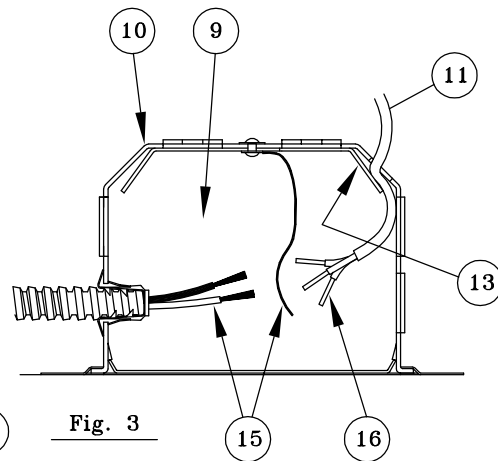

Fig. 3
- 2.- Remove Cover Plate (9) from Junction Box (10). Slip Type NM Cable (Romex)(11) through desired Hole in Junction Box (10). Secure Cable (11) with Retaining Plate (13). (See Fig.3)
- 3.- If other than type NM Cable (Romex) is to be used, Remove One Large Knockout at desired location on Top or Sides of Junction Box (10). Bring Appropriate Electrical Supply Cable into Junction Box and secure in place with Proper UL listed Connector (NOT FURNISHED).
- 4.- Connect Fixture Wires (15) to Supply Wires (16) as shown in Wiring Diagram.
- 2- Quite la placa de cubierta (9) de la caja de empalme (10). Haga pasar el cable NM (Romex)(11) por el agujero deseado en la caja de empalme (10). Fije el cable (11) con la placa de retención (13). (Véase Fig. 3)
- 3- Si se usa un cable otro que la clase de cable NM (Romex), abra un agujero ciego grande donde se desea en la parte superior o en los lados de la caja de empalme (10). Introduzca el cable de suministro apropiado en la caja de empalme y apriete con el conector UL calificado que sea apropiado (NO INCLUIDO).
- 4- Conecte los hilos de la lámpara (15) a los hilos del suministro (16) conforme al diagrama de instalación eléctrica. Utilice los conectores UL calificados (NO INCLUIDOS).
- 5- Para proporcionar acceso a la caja de empalmes (10), después de que el cielorraso está acabado, baje la cubierta, (6) remueva el tonillo de mariposa (21) y la puerta de acceso (22) dentro de la unidad. La placa de cubierta de la caja de empalmes (9) puede ser removida para servicio.
- 2- Enlevez la couverture (9) de la boîte de dérivation (10). Faites passer le câble type NM (Romex) (11) par le trou désiré dans la boîte de dérivation (10). Attachez le câble (11) avec la plaque de retenue (13). (Voir Fig. 3)
- 3- Si un câble autre que celui du type NM (Romex) s'utilise, ouvrez une débouchure grande où il faut sur le haut ou les côtés de la boîte de dérivation (10). Introduisez le câble d'alimentation convenable dans la boîte de dérivation et serrez en place avec le connecteur approprié UL qualifié (NON FOURNI).
- 4- Reliez les fils de la lampe (15) aux fils de l'électricité (16) d'après le diagramme d'installation électrique. Utilisez les coinçeurs de relais UL qualifiés (NON FOURNIS).
- 5- Pour avoir accès à la boîte de dérivation (10), après que le plafond est terminé, descendez le logement (6), retirez la vis à oreilles (21) et la porte d'accès (22) dans le dispositif d'éclairage. La couverture de la boîte de dérivation (9) peut être enlevée maintenant pour service.